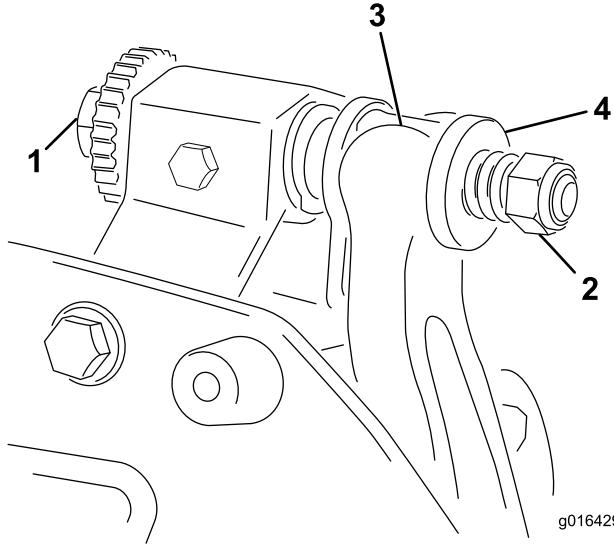

Figure 13
1. Tournez la vis de réglage de la barre d'appui dans le sens antihoraire pour éloigner la contre-lame du cylindre (Figure 13).
2. Faites sortir l'écrou de tension du ressort jusqu'à ce que la rondelle ne soit plus tendue contre la barre d'appui (Figure 13).
1. Montez l'ensemble barre d'appui/contre-lame en positionnant les languettes de montage entre les rondelles et la vis de réglage de la barre d'appui (Figure 13).